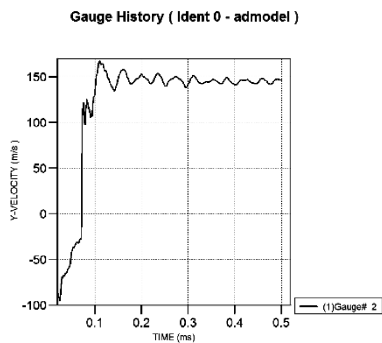

图 6-53 节点 2 显示设置效果
(6) 按照同样的方法，在【History Plots】对话框中单击【Single Variable Plots】，在对话框的左边选择 Gauge# 2，单击 ☒ 确定，得到弹头上的节点 2 在 Y 方向上的速度随时间的变化曲线，如图 6-53 所示。